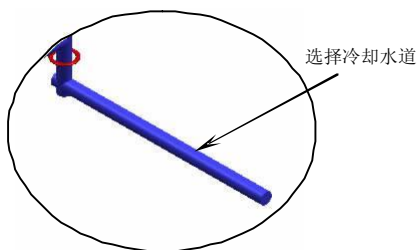
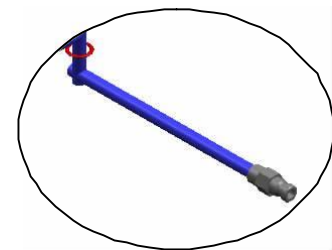

图5-94
图5-95
17. 在【注塑模向导】工具条中单击【冷却】按钮，弹出【Cooling Component Design】对话框。选择冷却水道，如图 5-94 所示，并选择【CONNECTOR PLUG】选项，然后在【PIPE_THREAD】下拉列表中选择【M10】选项，单击【确定】按钮创建水嘴，如图 5-95 所示。